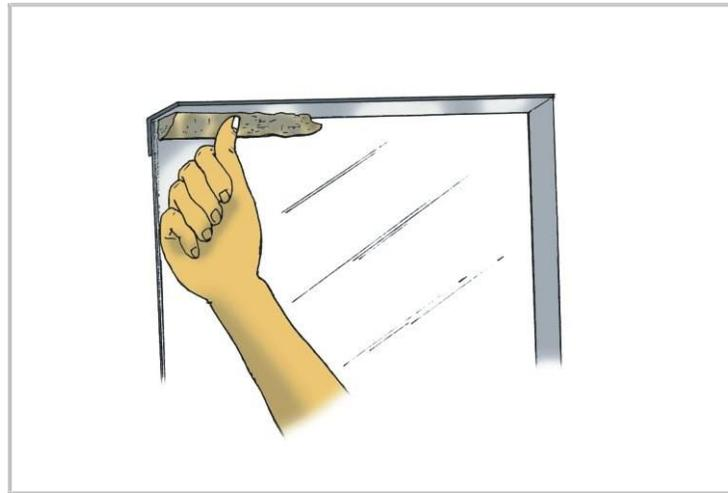

Fig. 3
3. Para sujetar el vidrio, colocar con la mano la masilla en todo el marco. Luego presionar la masilla en forma manual (Fig. 3).